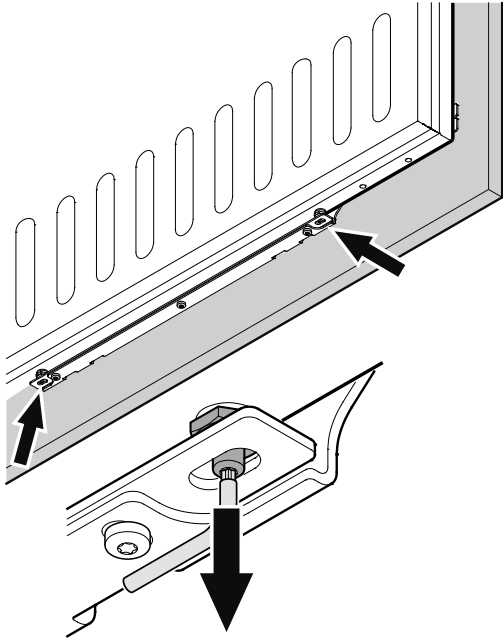

Figure 30
8. Visser les boulons d'ajustement (bas de la porte du réfrigérateur) jusqu'à ce qu'ils soient en contact avec la baguette de fixation (**Figure 30**).